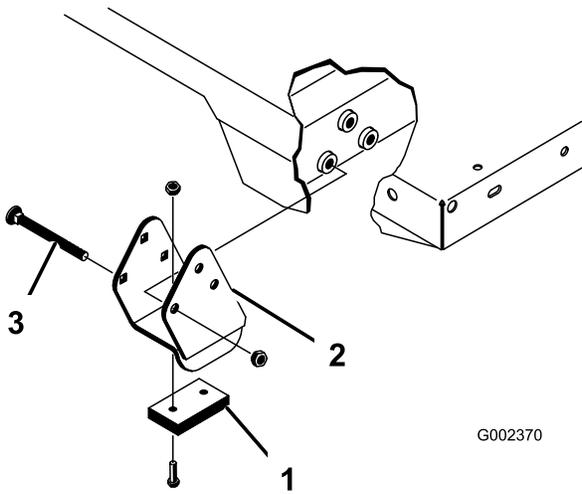

図 34
注 スペーサブラケットとウェアブロック(図 34)はキャリッジボルトで固定しますが、このボルトは必ず頭を機械内側に向けてください。
2. 荷台を慎重に車両フレームの上に乗せる。後部にある荷台のピボットプレートの穴とリアフレームチャンネル鋼材の穴を揃えて、クレビスピンとリンチピン各2個を取り付ける 図 34。
4. クレビスピンは荷台の外側から差し込み、リンチピンが荷台の外側に向いているようにする 図 34。